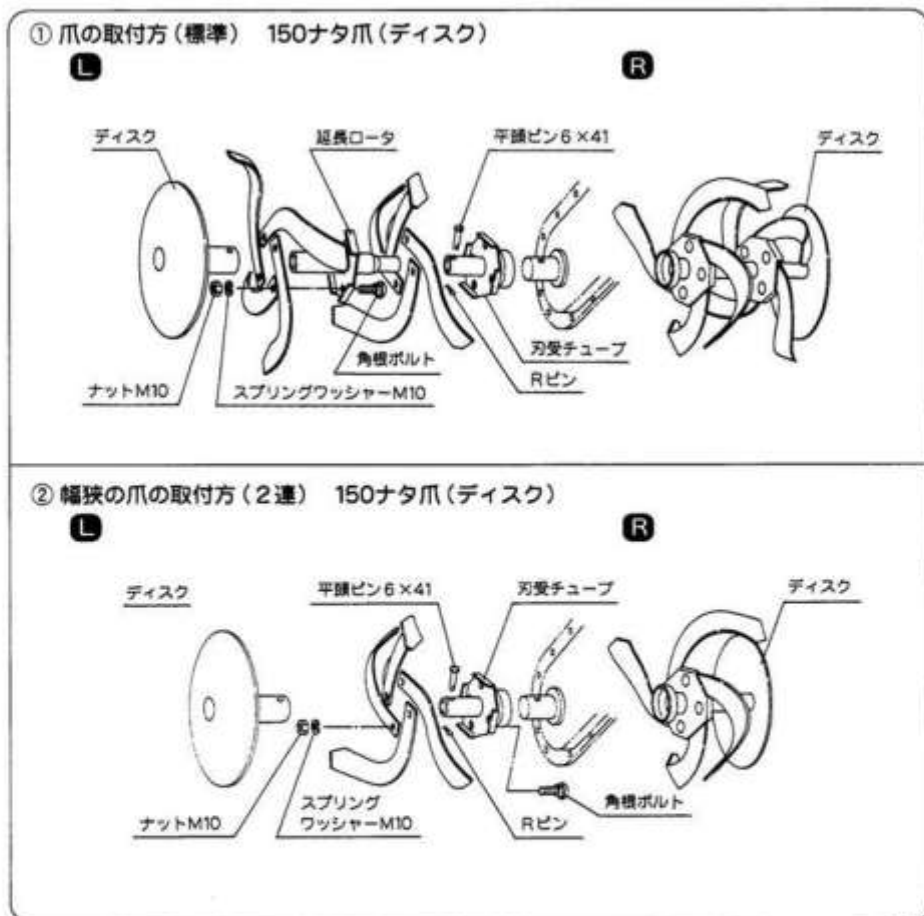

図2
- 爪は向きと回転方向を確認して、上図（図2-①）のように取付けてください。
- 作業幅30cmのときには、上図（図2-②）のように取付けてください。
- ⑤ スロットルレバーをハンドルパイプ右側に取付ける。
- ⑥ テンションワイヤをハンドル左側の主クラッチレバーに取付ける。
- ⑦ 150ナタ爪カンをそれぞれ左右の車軸にセットする。(図2)